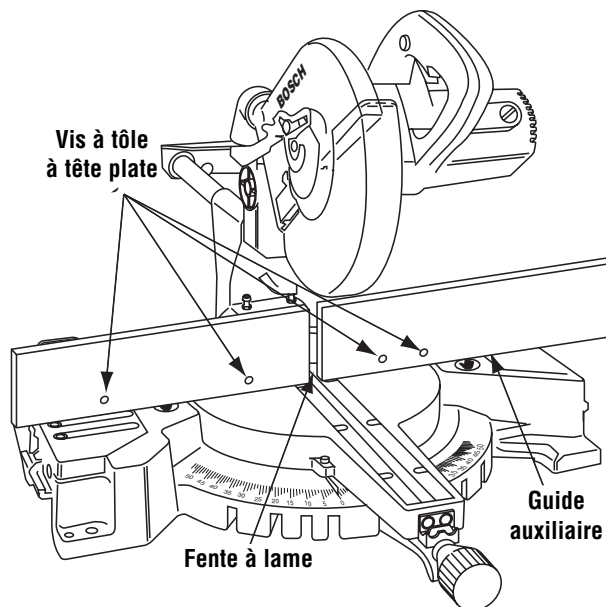

Figure 23. Guide auxiliaire
1. Placez une pièce de bois contre le guide de la scie à onglet (Figure 23). (Le bois peut avoir une hauteur maximum de 3 1/4 po.). Assurez-vous que la tête ne gêne pas le guide auxiliaire.
4. Fixez le guide auxiliaire à l'aide de trois (3) vis à tête plate. Pratiquez une coupe de profondeur normale pour créer la fente à lame. Vérifiez s'il y a interférence entre le guide auxiliaire et le protecteur inférieur de lame. Faites des ajustements au besoin.